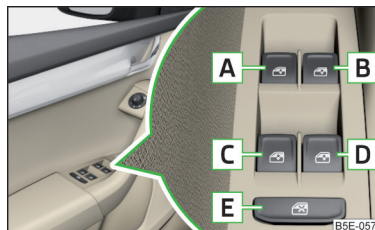

Fig. 48
Teclas de los elevallunas » fig. 48
➤ Pulse la tecla **[E]** » fig. 48.
Después de abrir la puerta del conductor o acompañante es posible el manejo de las ventanillas solamente a través de la tecla **[A]** » fig. 48, presionándola o tirándola por aprox. 2 segundos.
- Apagar el encendido, abrir la puerta del conductor y mantener la tecla hasta el tope en la posición de apertura » **fig. 48 de la pág. 66.**
- Apagar el encendido, abrir la puerta del conductor y mantener la tecla hasta el tope en la posición de cierre » **fig. 48 de la pág. 66.**